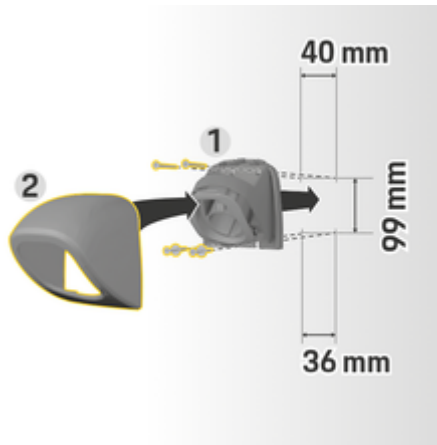

图 8: 钻孔尺寸
1. 将接头固定器 1 (图 8) 从盖子 2 (图 8) 上拆下。
4. 将接头固定器 1 (图 8) 拧到墙壁上。
5. 将盖子 2 (图 8) 从下方安装到接头固定器 1 (图 8) 上, 并且向上推。